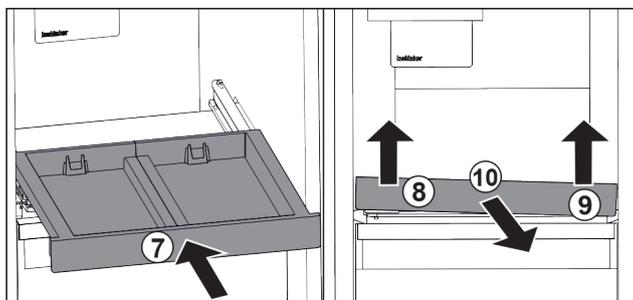

Fig. 101
- ▶ Gurnite izvlačnu ploču. Fig. 101 (7)
- ▶ Podignite izvlačnu ploču naprijed lijevo. Fig. 101 (8)
- ▶ Podignite izvlačnu ploču naprijed desno. Fig. 101 (9)
- ▶ Izvadite izvlačnu ploču prema naprijed. Fig. 101 (10)